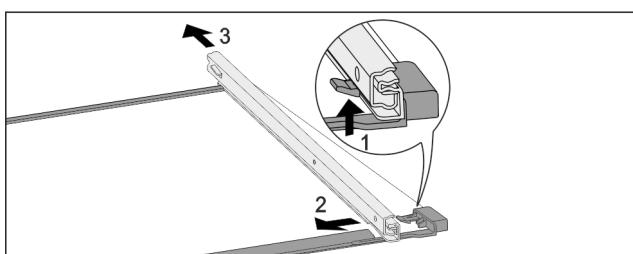

Fig. 157 Скляна пластина з рейками
- Натиснути передній гачок-фіксатор вгору. Fig. 157 (1)
- Виштовхніть війзну рейку в сторону Fig. 157 (2) та назад Fig. 157 (3).